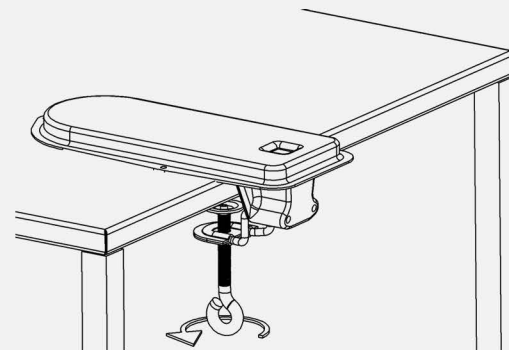

Рисунок 1
✓ Установите регулируемую ножку крепления (18) на ровную и не скользящую поверхность (Рисунок 1).
✓ Крутите, против часовой стрелки держась за конец металлического стержня с винтовой резьбой (22), таким образом, установка ножки на поверхность будет завершена (Рисунок 1).